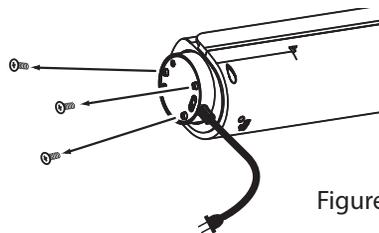
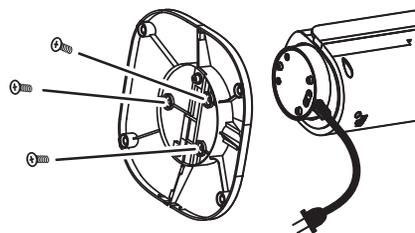

Figure 1
Figure 5
1. Retirez les trois (3) vis cruciformes de la partie basse du radiateur (Figure 1) et mettez-les de côté.
5. Fixez la base du radiateur à l'aide des vis cruciformes utilisées dans la figure 1. Serrez les vis cruciformes fermement à l'aide d'un tournevis cruciforme. (Figure 5)